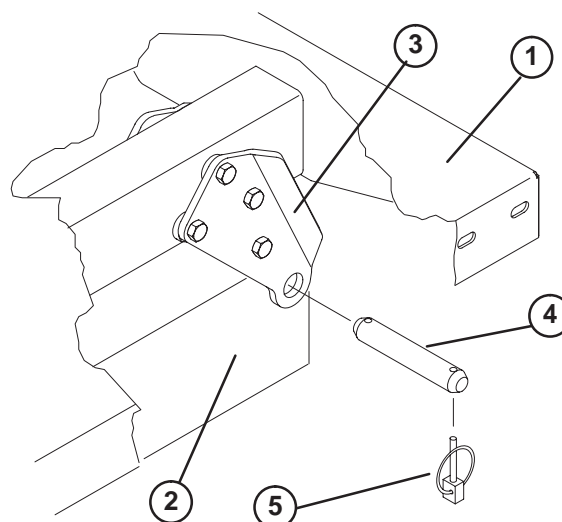

Bild 10
3. Nehmen Sie die Lastösenbolzen ab, mit denen die Zylinderstangenenden an den Pritschenbefestigungsplatten befestigt sind. Drücken Sie die Bolzen hierfür nach innen (Bild 10).
4. Nehmen Sie die Klappstecker und die Lastösenbolzen ab, mit denen die Schwenkhalterungen an den Rahmenkanälen befestigt sind (Bild 10).
Hinweis: Achten Sie darauf, dass die hinteren Schwenkplatten am Pritschenrahmen bzw. -kanal so festgeschraubt sind, dass das untere Ende nach hinten abgewinkelt ist (Bild 10).
2. Setzen Sie die Pritsche vorsichtig auf den Fahrzeugrahmen. Richten Sie die hinteren Schwenkplattenlöcher der Pritsche mit den Löchern am hinteren Rahmenkanal aus und montieren Sie die (2) Lastösenbolzen und Klappstecker (Bild 10).
3. Befestigen Sie bei abgesenkter Pritsche jedes Ende der Zylinderstange mit einem Lastösenbolzen und einem Klappstecker an den entsprechenden Einschüben in den Befestigungsplatten der Pritsche. Setzen Sie den Lastösenbolzen von der Außenseite der Pritsche ein, der Klappstecker sollte nach außen zeigen (Bild 10). Die hinteren Einschübe sind für die Montage der großen Pritsche und die vorderen Einschübe sind für die Montage der 2/3 Pritsche gedacht.